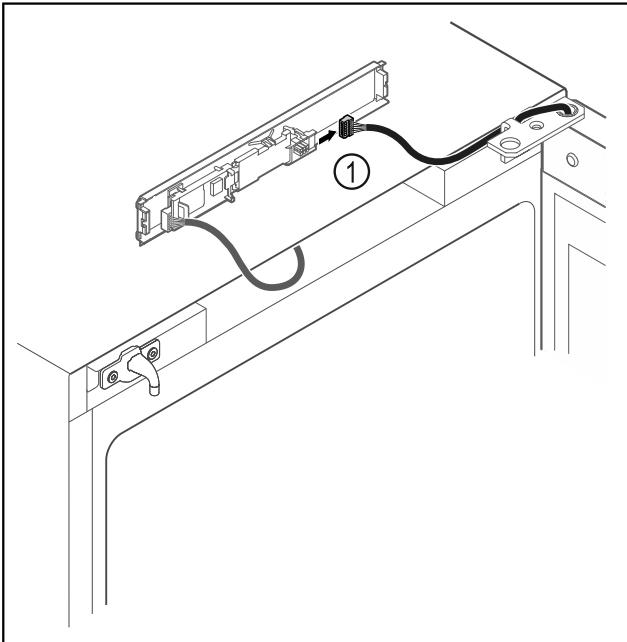

Fig. 6
► Desenchufar el conector *Fig. 6 (1)* de la platina.